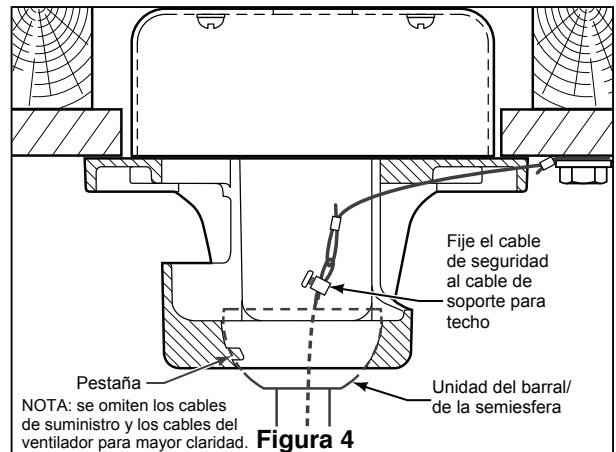

Figura 4
- ☐ 4. Levante cuidadosamente el ventilador y coloque el ensamble de la bola para colgar/varilla en la abrazadera para colgar que acaba de fijar a la caja de salida. Asegúrese de que la ranura de la bola esté alineada con la lengüeta de la abrazadera para colgar. (Figura 4)
- ☐ 5. Fije el cable de seguridad al cable de soporte para techo. Deslice la abrazadera de cables por el cable de seguridad (del ventilador). Pase el extremo del cable a través del aro que forma el cable de soporte para techo. Tire lo más posible del cable a través del aro. Inserte el extremo del cable en el orificio de la abrazadera y ajuste firmemente el tornillo. (Figura 4)